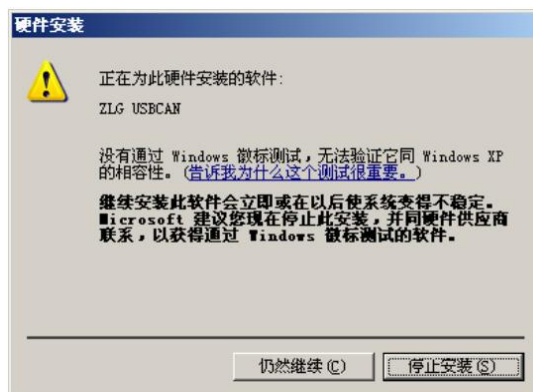

图 3.3 驱动安装
- D. 稍候片刻，如果是在 Windows XP / Windows2000 操作系统下可能会出现与操作系统兼容性问题的警告，不理睬它，直接点击“仍然继续”按钮。如图 3.3 所示。